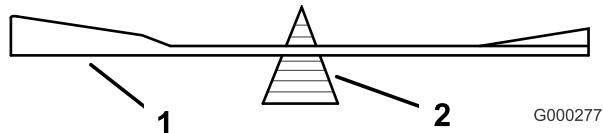
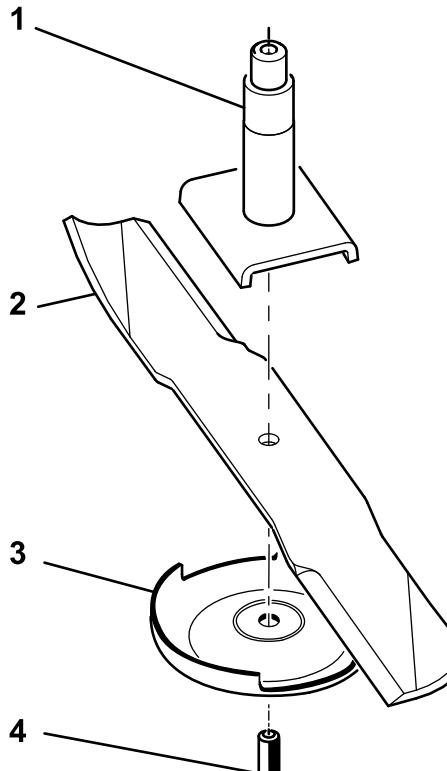

図 22
図 23
2. スピンドルのシャフトからブレード・ボルト、芝削り防止プレート、ブレードを取り外す(図 23)。
2. ブレード・バランサー(図 22)を使ってバランスを調べる。ブレードが水平に停止すればバランスがとれているからそのまま使用してよい。もし傾くようなら、重い方の裏面を少し削って調整する(図 23)。バランスがとれるまで調整する。
- スピンドル・シャフトにブレードを取り付ける(図 23)。
- 芝削り防止プレートとブレード・ボルトを取り付ける(図 23)。